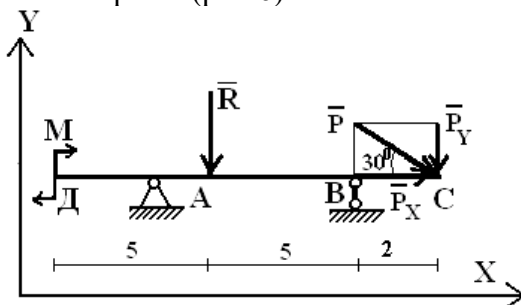

Рис. 5. Балка с приложенными к ней активными силами
2. На балку действуют следующие активные силы: сосредоточенная сила  $P$ , приложенная в точке С под углом  $30^\circ$  к балке, распределенная нагрузка  $q$  на участке ДВ и пара сил с моментом  $M$  (рис. 5). Разложим сосредоточенную силу  $P$  на две ее составляющие  $P_x$  и  $P_y$ , где  $P_x = P \times \cos 30^\circ$  и  $P_y = P \times \sin 30^\circ$ .
$$R = q \times ДВ = 3 \times 10 = 30 \text{ кН (рис.5)}$$